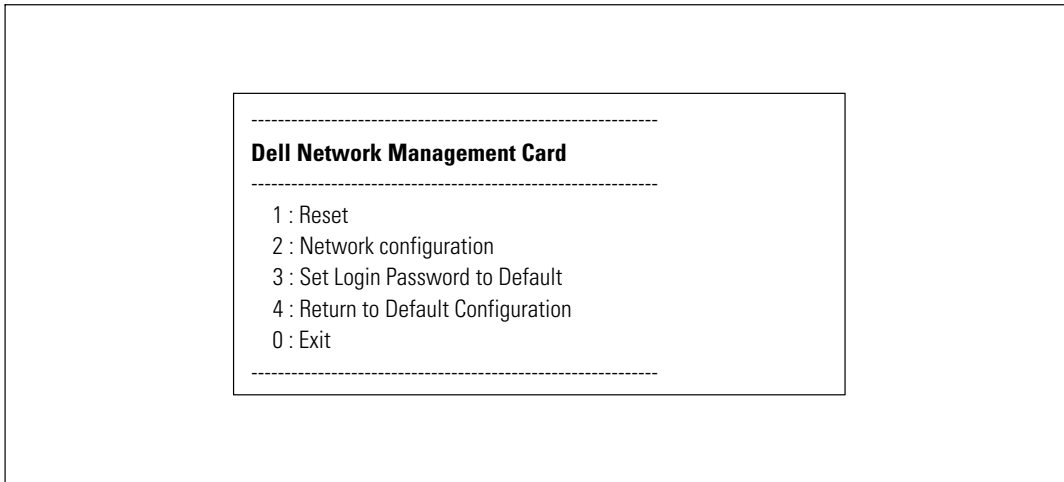

Figure 38. Menu principal de la Carte de gestion de réseau Dell
- 3 Entrez le mot de passe **admin** (non modifiable). Le menu principal de la Carte de gestion de réseau Dell s'affiche (voir la Figure 38).